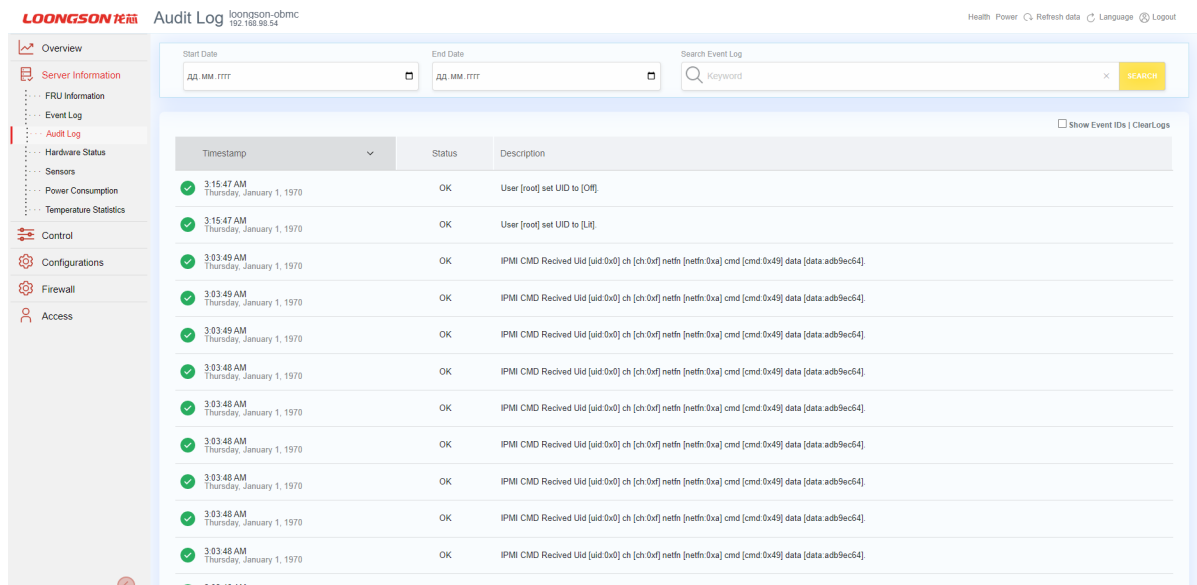

Рис. 69. Окно «Audit Log»
- 4) Пройдите во вкладку «Server Information» → «Audit Log» в данной вкладке отображается информация о входе в систему, чтобы пользователи могли отслеживать доступ к BMC WebUI. В поле «Start Date» произведите фильтрацию по дате начала события, в поле «End Date» произведите фильтрацию по дате окончания события. В поле «Search Event Log» произведите поиск в журнале событий. Окно показано на рис. 69 Окно «Audit Log»